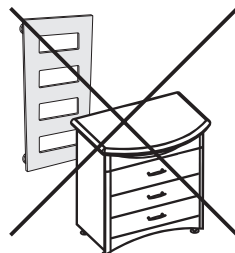

Рис.2
4.13. Запрещается размещать перед полотенцесушителем мебель или другие предметы, которые способны создать помеху свободной циркуляции воздуха вокруг дизайн-радиатора (рис. 2).